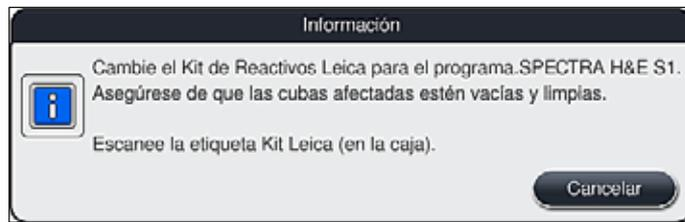

Fig. 56
1. Cuando se solicite mediante un mensaje informativo (→ "Fig. 56") en la pantalla, detenga la etiqueta de embalaje del envase delante del sensor RFID en la parte frontal del instrumento (→ "Fig. 57-1") para escanearla.
- El escaneado del kit de reactivos Leica solo puede cancelarse utilizando el botón **Cancelar** en el mensaje informativo que se muestra en (→ "Fig. 56") y antes de empezar el escaneo de la etiqueta de embalaje sin que el kit de reactivos Leica caduque.